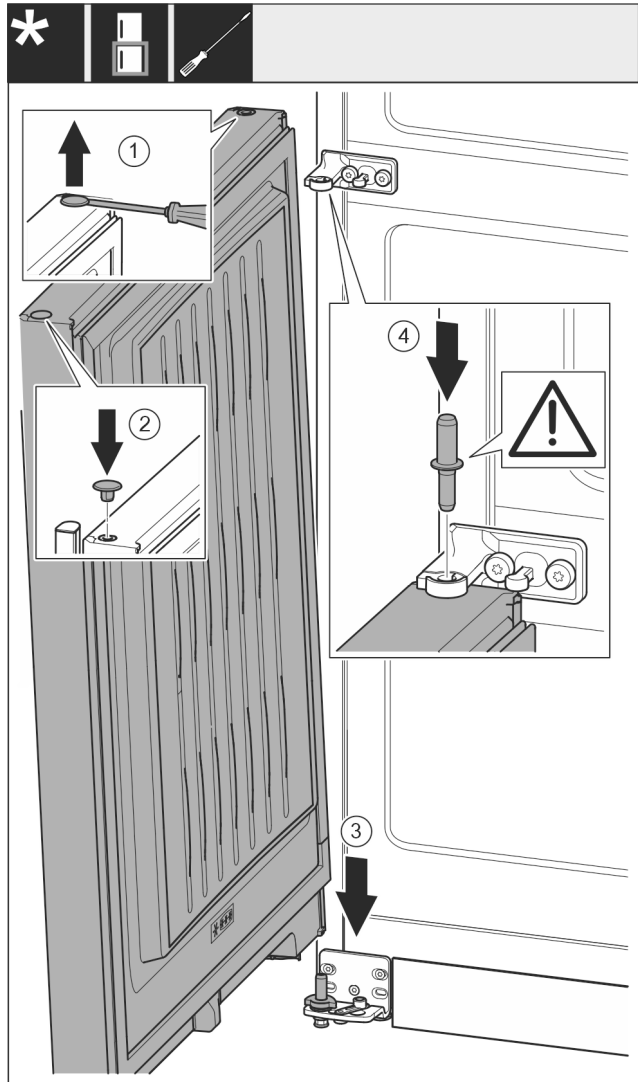

Fig. 19
- ▶ С плоска отвертка внимателно повдигнете тапата и я извадете. Fig. 19 (1)
- ▶ Отново поставете тапата от другата страна на вратата. Fig. 19 (2)
- ▶ Поставете вратата отгоре върху долния лагерен болт. Fig. 19 (3)
- ▶ Поставете лагерния болт среда през лагерната стойка среда в долната врата. При това обърнете внимание на това, фиксиращата гърбица да сочи назад. Fig. 19 (4)